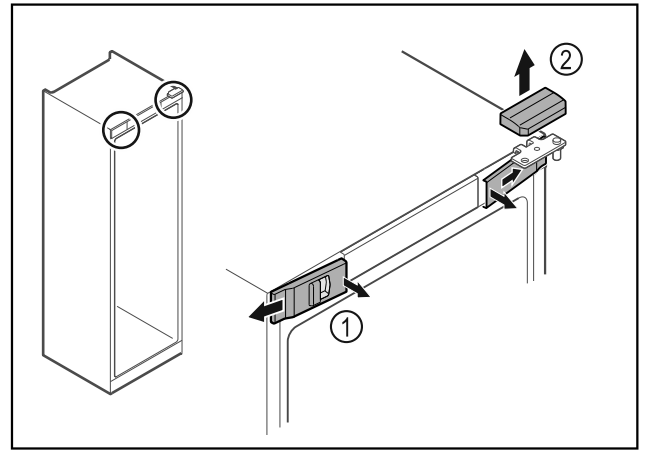

Fig. 14
- ▶ Paina etummaisat suojukset Fig. 14 (1) sisäpuolelta irti ja ota ne sivukautta pois.
- ▶ Ota ylempi suojus Fig. 14 (2) yläkautta pois.